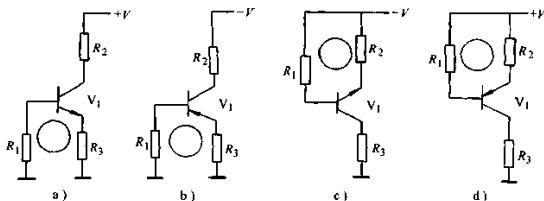

图 1-71 判断基极固定式偏置电路示例
4) 关于固定式偏置电路, 分析基极上的电阻是否是偏置电阻时, 主要是看这一电阻能否给三极提供基极电流, 而能否提供基极电流又要注意两点, 即该电阻应该在基极回路中, 这一回路中要有电源。如图 1-71 所示四个电路中的电阻 R_1 均不能给 V_1 管提供基极电流 I_B 。